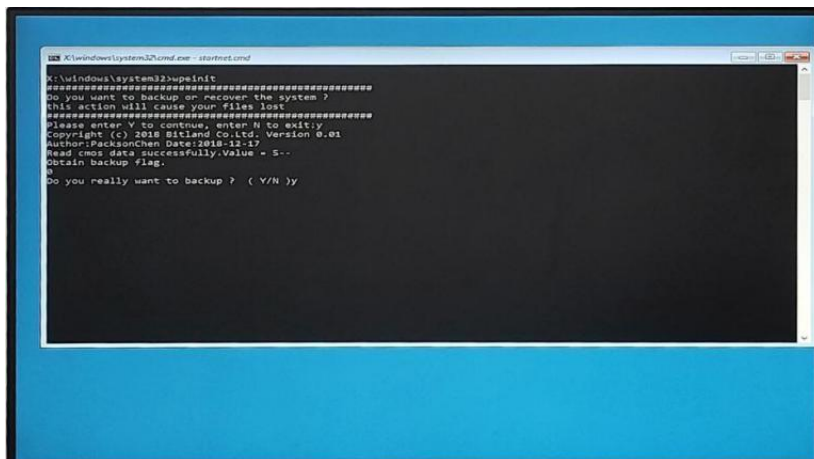
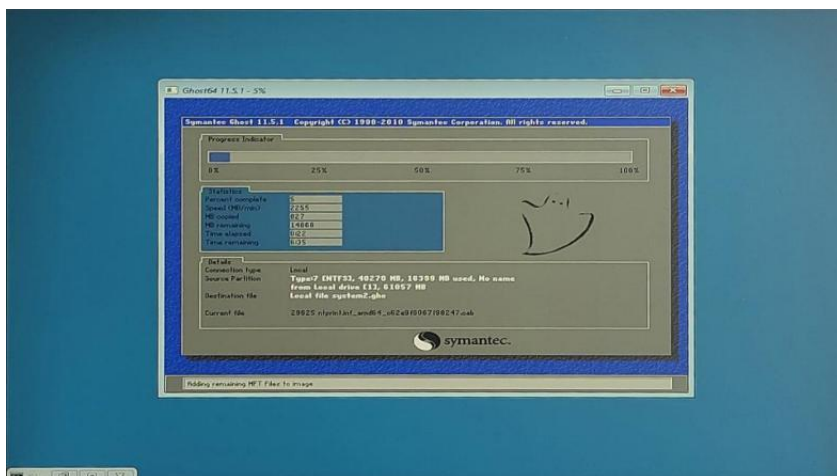

图 1 备份操作界面
图 3 系统备份界面
(1) 检查工作：○1 由于备份及还原操作过程中机器均不能外接存储设备，在操作之前务必先检查确认 USB 接口未连接外部存储设备，如 U 盘等，否则备份还原会出现错误；○2 保证硬盘内存容量大小不小于 64G；
(2) 按电源键开机或上电开机后，连续点击键盘上的 F3 键，就能进入备份操作界面（如图 1 所示），连续输入 2 次“y”确认。
(4) 进入到系统备份界面（如图 3 所示）等待备份完成，备份完成后会自动重启，重启后会进入图 1，最后需按 Enter 键确认，等待进入系统即可。